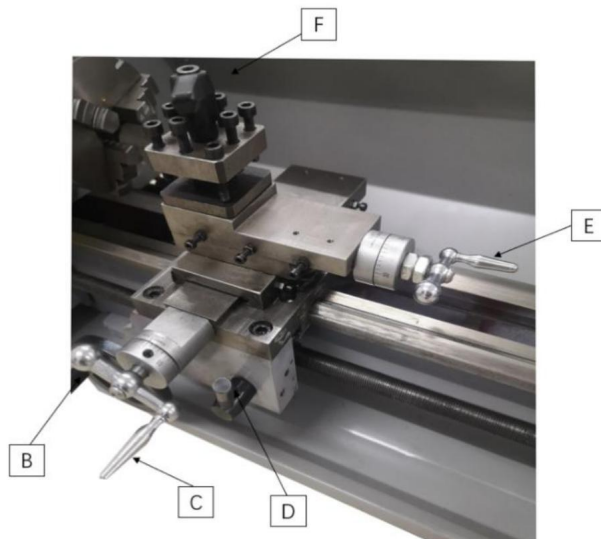

Fig. 11
5) Längsgående tvärgående handhjul (B, Fig. 11)
6) Cross Traverse Spak (C, Fig. 11)
7) Halvmuttersspak (D, Fig. 11)
8) Spak för sammansatt vila (E, Fig. 11)
9) Spännspak för verktygsstolpar (F, Fig. 11)